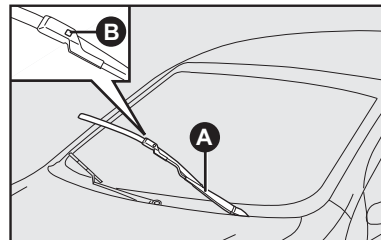

fig. 28
Substituição das palhetas do limpador do para-brisa - fig. 28
- 1) Levantar o braço **A-fig. 28** do limpador do para-brisa;
- 2) Apertar a trava **B-fig. 28** e tirar a palheta, empurrando-a para cima e desengatando-a do braço **A-fig. 28**;